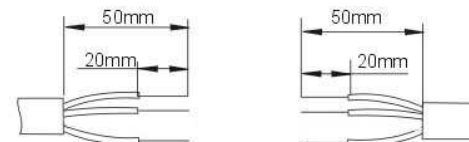

Рис. 9
- Снимите 50 мм внешнего слоя изоляции с кабеля и по 20мм изоляции с каждого провода в отдельности. См. рис. 9.